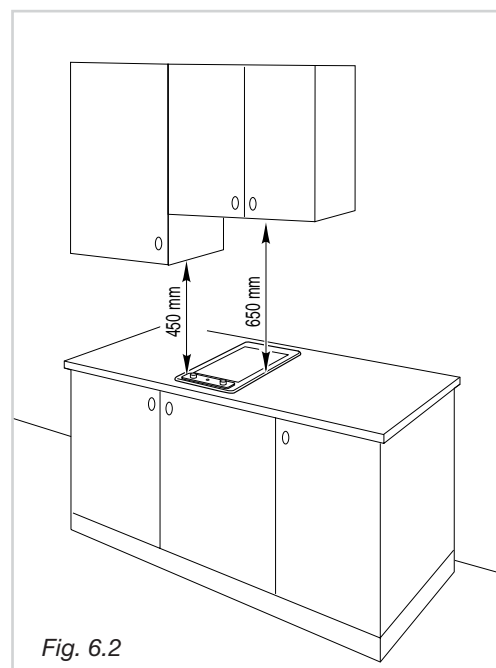

Fig. 6.2
- allorché sopra il piano di cottura vi sia un pensile o cappa mantenere fra il piano ed il suddetto pensile o cappa la distanza minima pari a 650 mm (fig. 6.2).